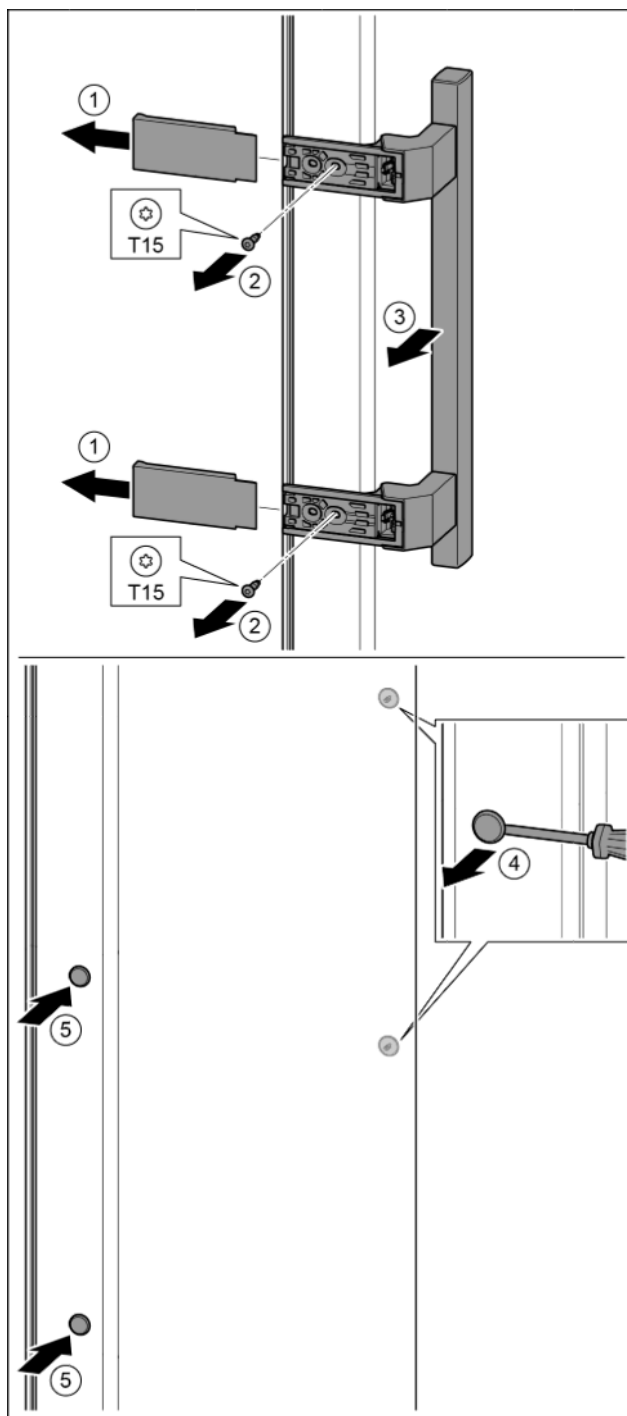

Fig. 18
- Retirer le cache. Fig. 18 (1)
- Desserrer les vis avec un tournevis T15. Fig. 18 (2)
- Déposer la poignée. Fig. 18 (3)
- Soulever délicatement le bouchon latéral avec un tournevis plat et le sortir. Fig. 18 (4)
- Remettre en place le bouchon de l'autre côté. Fig. 18 (5)